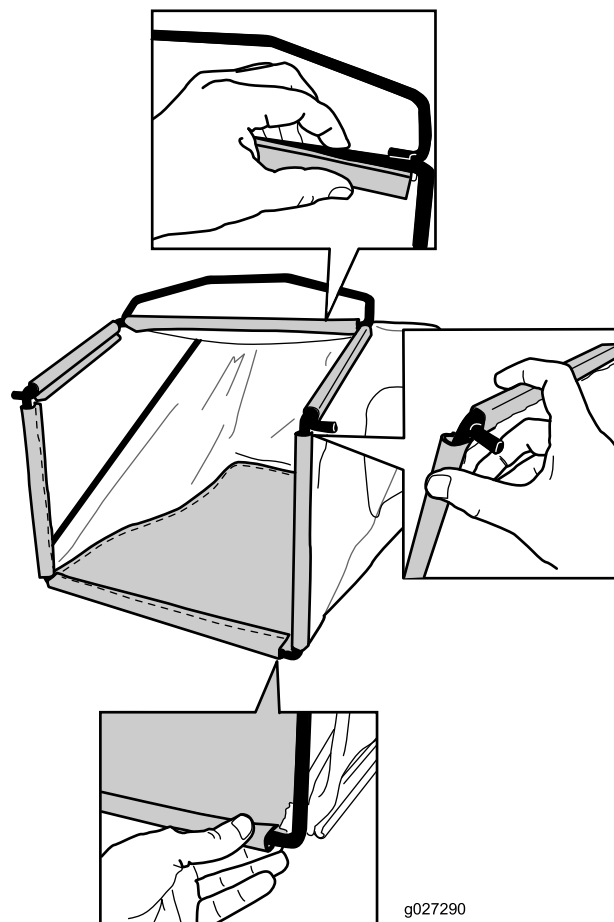

Figura 9
3. Enganche los canales superior y laterales de la bolsa en la parte superior y en los laterales del bastidor, respectivamente (Figura 9).
2. Enganche el canal inferior de la bolsa en la parte inferior del bastidor (Figura 9).